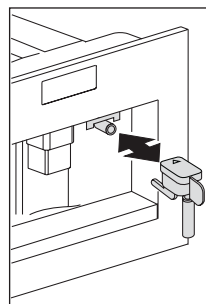

Fig. 13
- Placer le bec à eau chaude s'il n'est pas encore placé (Fig. 13). L'appareil affiche : EAU CHAUDE APPUYEZ SUR OK.